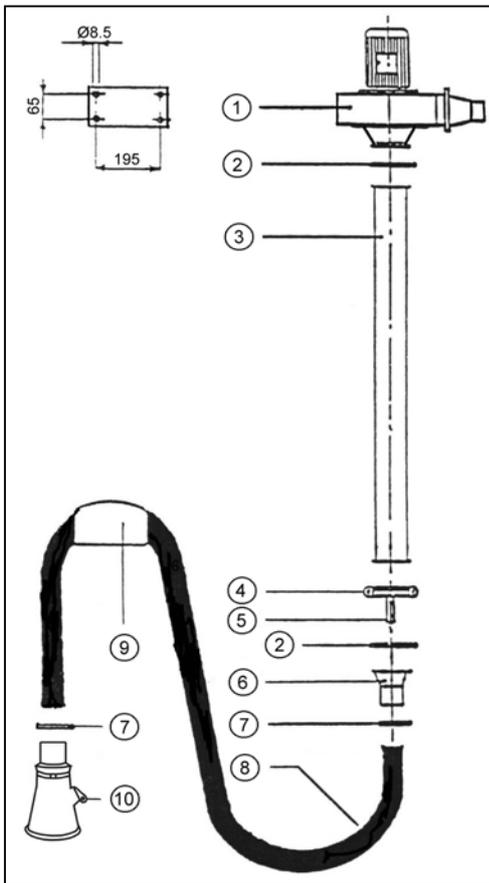

fig. 1 – GAZPAR M SIMPLE
##### **Gazpar M Simple 75/5 et 100/5** (cf figure 1)
- La fixation est assurée par 4 vis M8 montées dans des chevilles à expansion, le perçage étant réalisé suivant les entraxes précisés figure 1 et 2